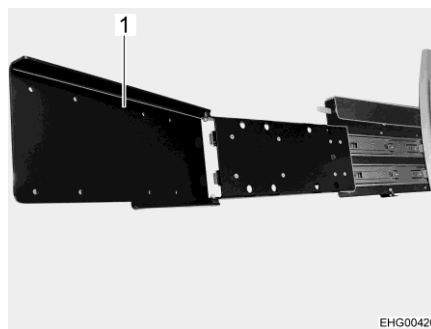

Fig. 95 Dispositivo de extracción (extendido y girado)
- Para girar la pantalla plana hacia la zona posterior: plegar el dispositivo de extracción (Fig. 95,1).